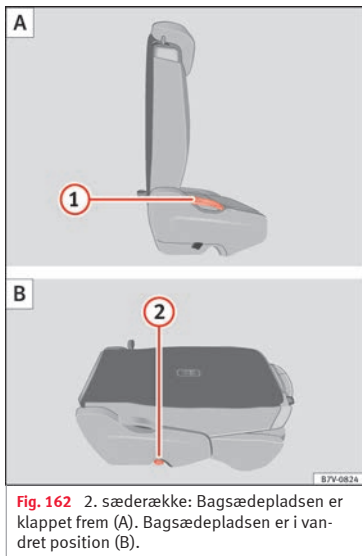

Fig. 162 2. sæderække: Bagsædepladsen er klappet frem (A). Bagsædepladsen er i vandret position (B).
- Træk armen » Fig. 162 1 opad, og klap bagsæderyglænet fremad. Den komplette bagsædeplads klapper fremad » Δ.
- Tryk det bagsæderyglæn, der er klappet fremad, ned, indtil bagsæderyglænet er gået i hak i vandret position » Fig. 162 B.
- Træk armen »» Fig. 162 ① opad, og klap bagsæderyglænet til lodret position. Den komplette bagsædeplads klapper bagud.